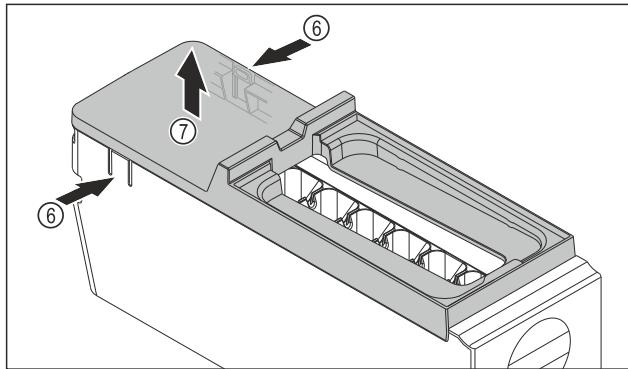

Fig. 118
- ▶ Výjmutí krytu korpusu EasyTwist-Ice: Lamely Fig. 118 (6) na obou stranách korpusu EasyTwist-Ice stlačte jednou rukou.
- ▶ Kryt Fig. 118 (7) vyjměte druhou rukou nahoru.